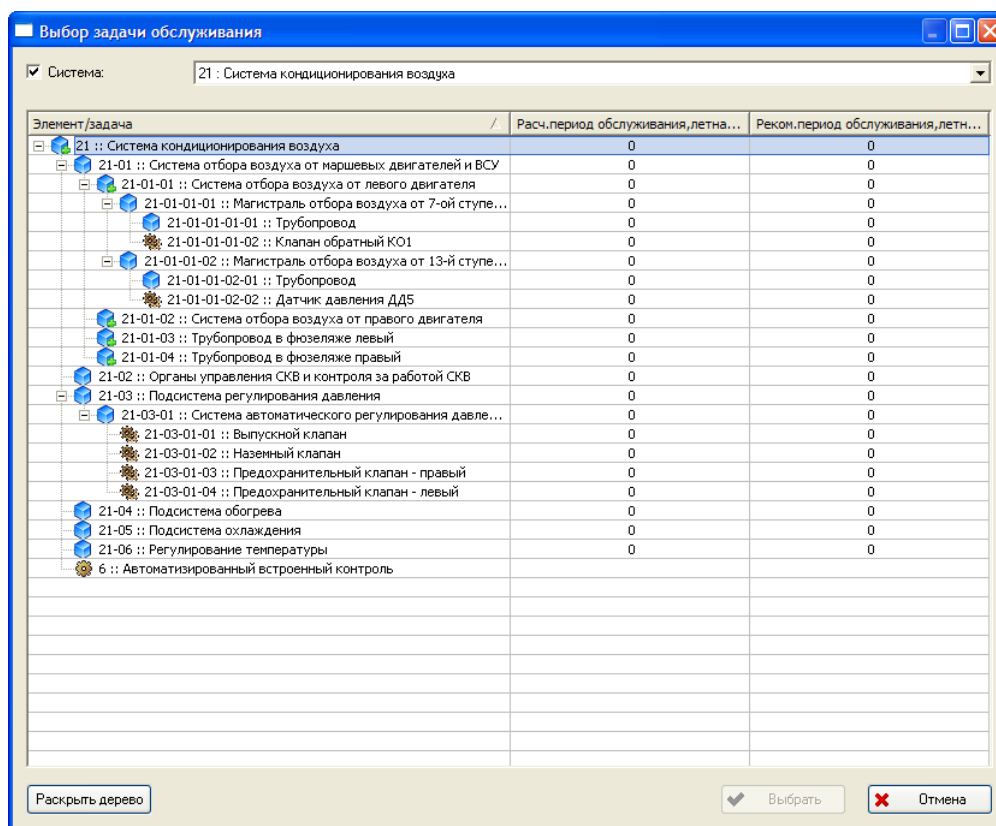

Рис. 2-93
- При выборе задачи обслуживания из структуры ЛСИ откроется окно **Выбор задачи обслуживания** (рис. 2-93). В этом окне представлены задачи обслуживания, созданные в анализируемом проекте.